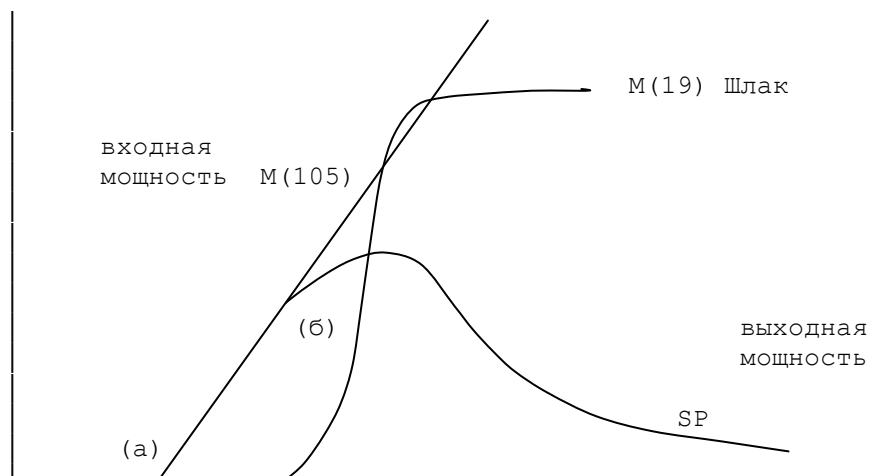

Рис. 52.4.
1. Управление МДВ М(106) происходит с помощью М(105), который изменяет ток  $IE(8)$ .
4. Увеличение Шлака М(19) снижает проводимость рабочего канала, а это моделирует (весьма условно) снижение удельной концентрации Активных Элементов (за единицу времени, за один такт), что, в свою очередь, уменьшает мощность Мотора ДВ и снижает скорость  $SP$ .
6. Мотор Утилизации Шлака (МУШЛ) М(18) работает с постоянной мощностью. До тех пор, пока МУШЛ справляется с утилизацией Шлака (то есть  $M(19) = 0$ ), Выходная мощность и скорость увеличиваются пропорционально увеличению  $M(105)$  (Рис. 52.4. участок а).
- Когда МУШЛ не успевает полностью очищать  $IE(8)$  от Шлака, активность  $IE(8)$  снижается, что приводит к снижению эффективности МДВ (Рис. 52.4. участок б).